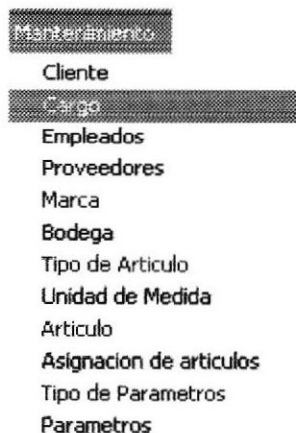

Figura 8.7. Seleccionando Cargos
2. Seleccione la opción <Cargo > en el menú de Mantenimiento dando clic con el mouse como se muestra en la figura 8.7.